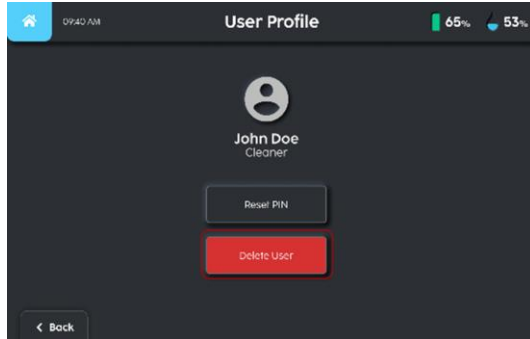

FIGURE 3-28
2. Sélectionnez 'Supprimer l'utilisateur' (Fig 3-28).